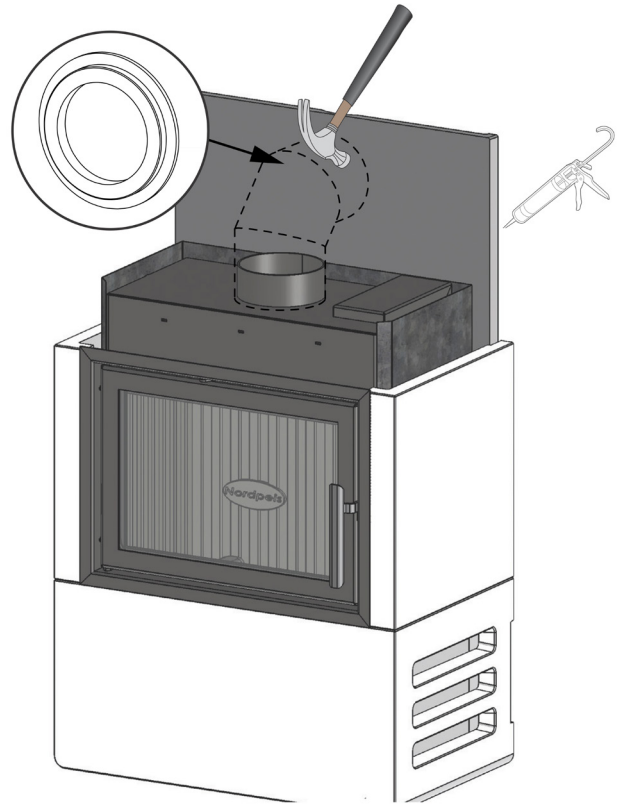

FIG 9
**FIG 9:** Placer l'écran de chaleur autour de la cheminée. **Si le foyer est connecté à l'arrière,** enlever soigneusement la surface pré percé dans l'écran de chaleur et la placer autour de la cheminée.
FIG. 9 Posizionare lo schermo di protezione attorno alla canna fumaria in caso di uscita superiore. Quando la connessione è posteriore rimuovere la parte metallica preformata.